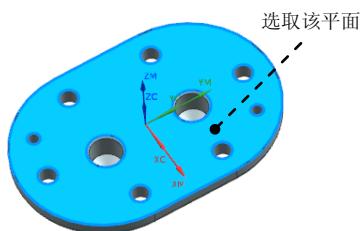

图 19.36 选取面
Step2. 指定顶面。单击“钻埋头孔”对话框中 **指定顶面** 右侧的  按钮, 系统弹出“顶面”对话框; 在“顶面”对话框中的 **顶面选项** 下拉列表中选择 **面** 选项, 然后选取图 19.36 所示